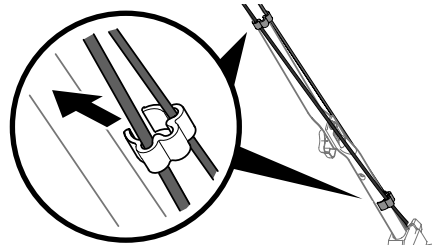

Figure 11
**NOTE :** Sur certains modèles, il faut fixer la commande de la lame et les câbles d'entraînement à la partie inférieure du guidon avec les attaches de câble fournies. Voir Figure 11.